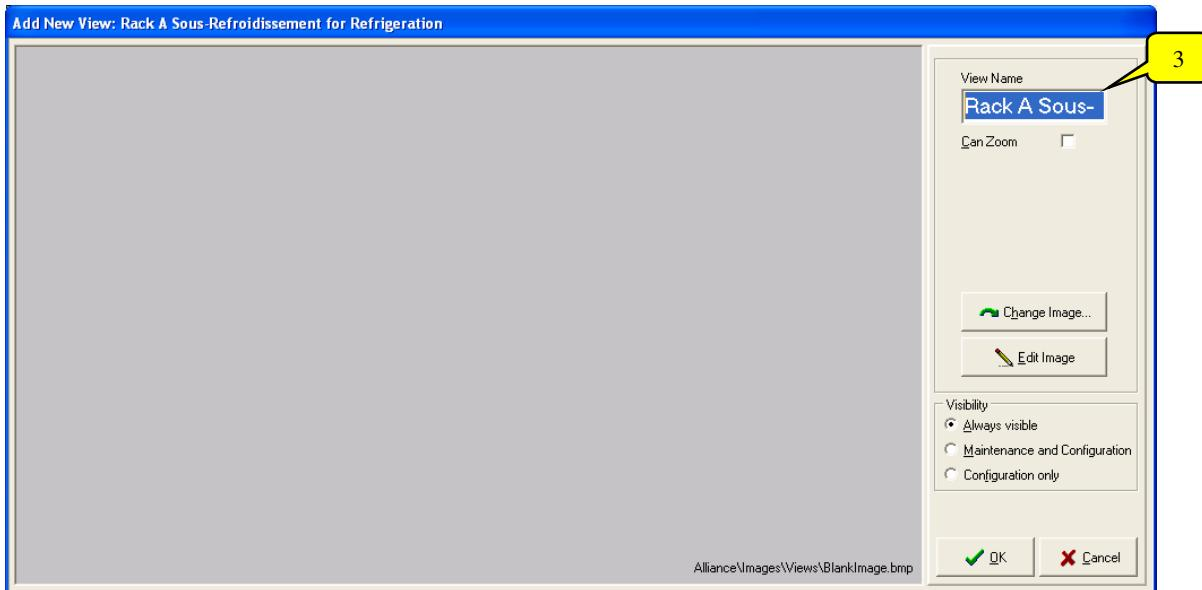

Figure 4 – Ajouter une Vue
- 3- Dans le champ **View Name** (Figure 4), inscrire le nom de la vue (ex : Rack A Sous-Refroidissement) et cliquer sur le bouton **Change image...** pour sélectionner l'image à utiliser.